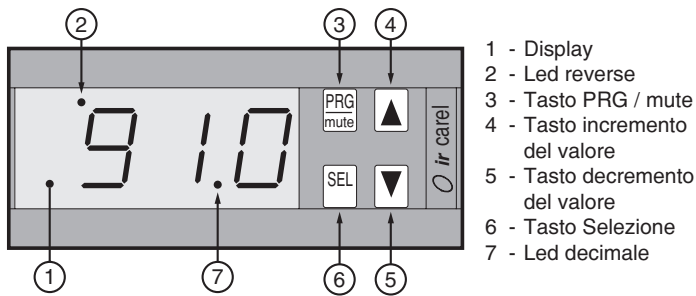

fig. 1
Il Led **reverse** (fig.1) segnala il numero degli stadi **attivi** in quel momento con un numero di impulsi pari al numero degli stadi accesi e tra una segnalazione e quella seguente si interpone una pausa di 2 secondi.
**IMPOSTAZIONE DEI PARAMETRI (rif. fig. 1)**